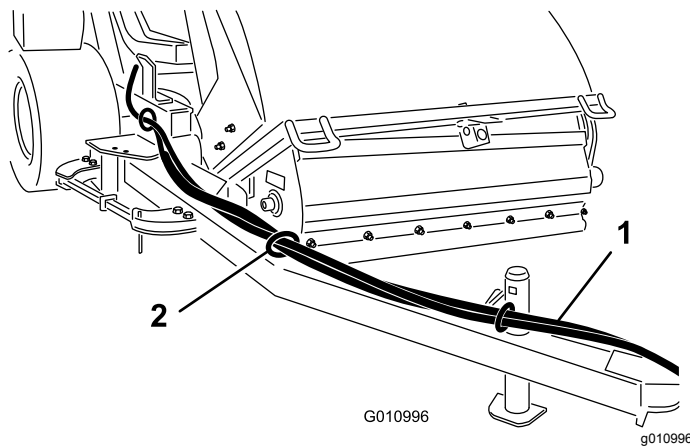

Figure 11
1. Faites passer les flexibles hydrauliques et le faisceau de câblage dans les guides de flexibles jusqu'à l'avant de la flèche d'attelage (Figure 11).